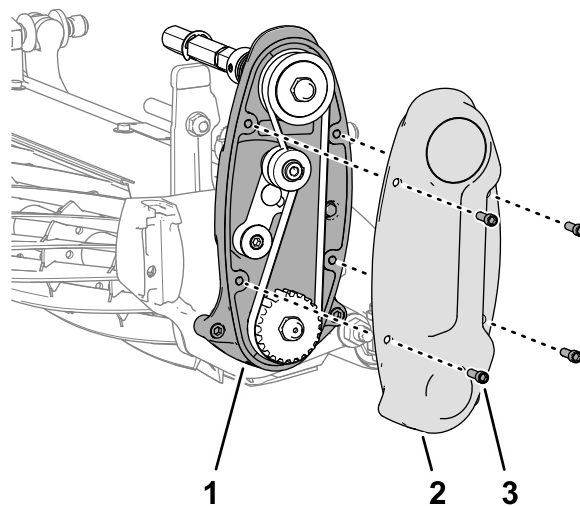

図 6
1. リール駆動ハウジングにカバーを固定しているソケットヘッドねじ4本を外す 図 6。